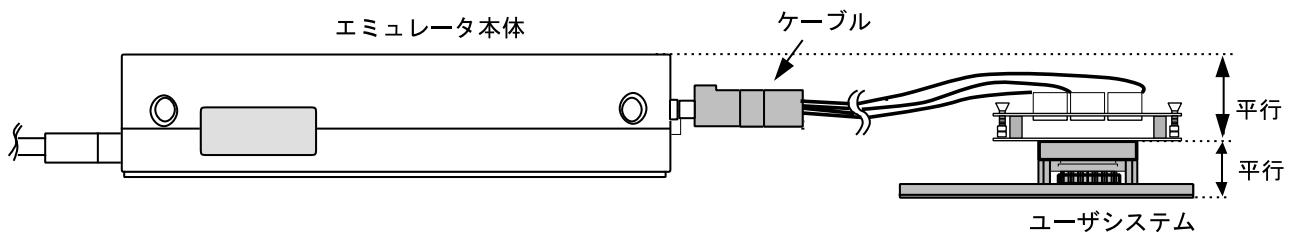

図 11 設置例
- (1) ユーザシステムへの接続時には 1 ピン位置に十分注意して、誤接続は絶対にしないでください。
- (2) 本ユーザシステムインターフェースケーブルを使用する場合の推奨マウントパッド寸法は、MCU 実装用マウントパッド寸法とは異なりますので注意してください。
- (3) 本ユーザシステムインターフェースケーブルは、HS2646EPI61H エミュレータ専用ですので、他のエミュレータ本体には使用しないでください。
- (4) ケーブル本体部が断線する可能性がありますので、本ユーザシステムインターフェースケーブルの上に重いものや金属等の角の尖ったものを置かないでください。
- (5) ユーザシステムに接続した状態では、ユーザシステムインターフェースケーブル、特にケーブル先端部に無理な力が加わらないように注意する必要があります。図 11 の設置例を参照してご使用ください。